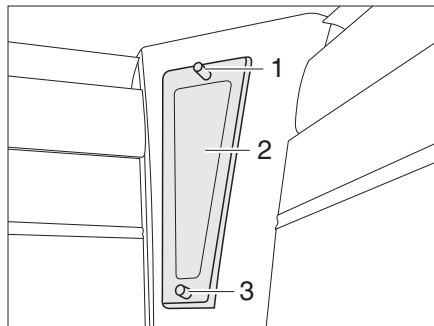

Fig. 171 Iluminación indirecta
- Desenroscar los tornillos de fijación (Fig. 171,1) del panel (Fig. 171,2).